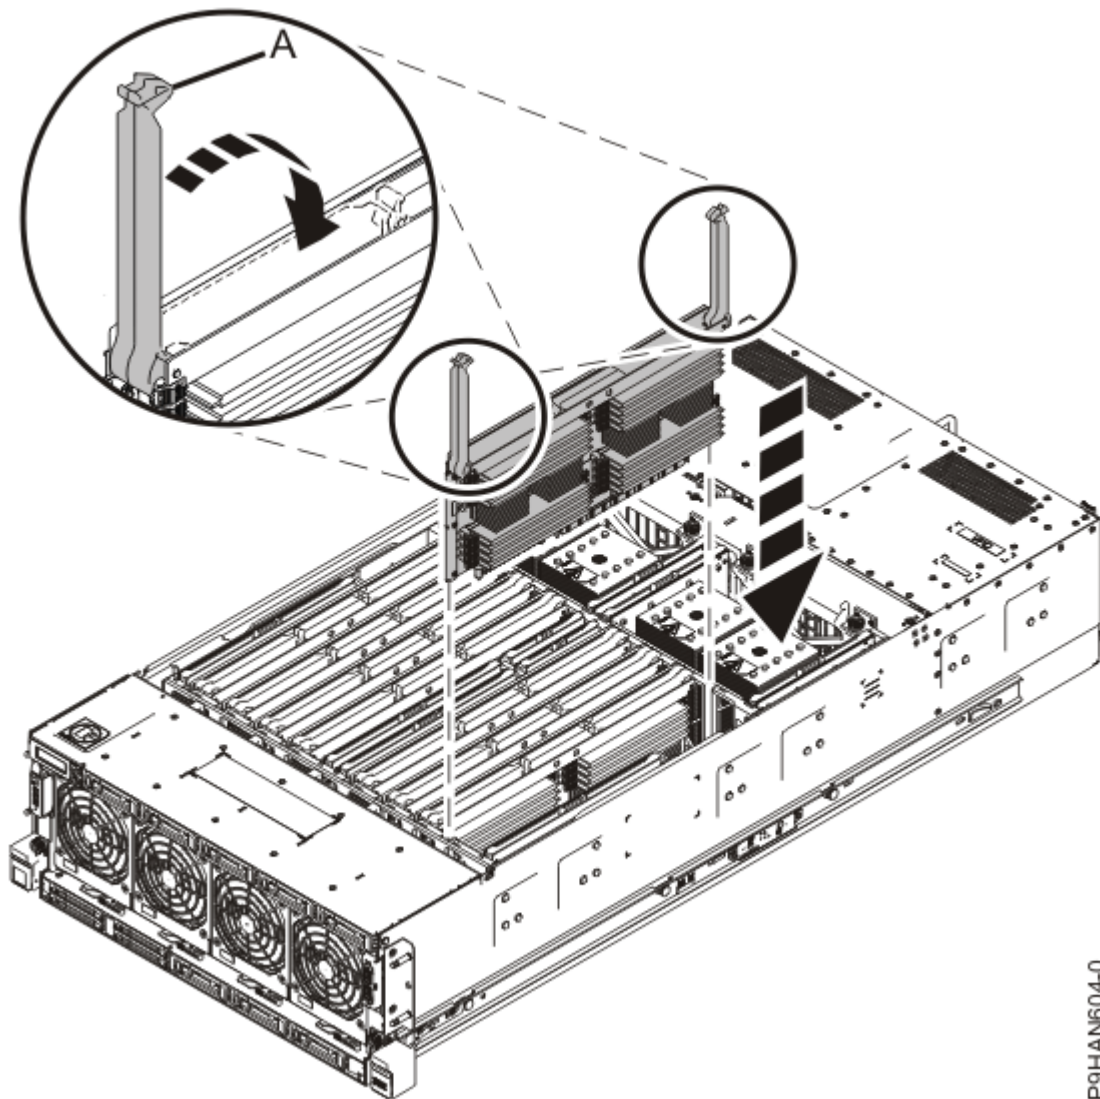

Abbildung 21. Speicherriserkarte einsetzen
- a) Stellen Sie sicher, dass die Entriegelungshebel (**A**) in einem 90-Grad-Winkel vollständig geöffnet sind (siehe Abbildung 21 auf Seite 23).